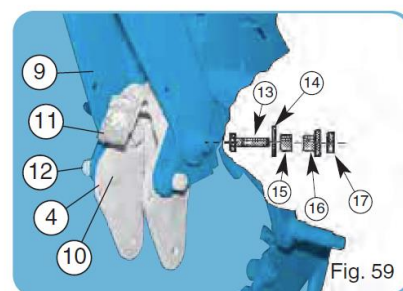

Fig. 59
- Umieścić uchwyt **(4)** bez koła, umieścić śruby **(10)** i nakrętki **(12)** (fig. 59). Umieścić śruby mocujące **(13)** tylnego bloku **(9)** z łącznikami wychyleniowymi **(15)**, podkładki **(14)**, specjalne nakrętki **(16)** i nakrętki kontrujące **(17)**.